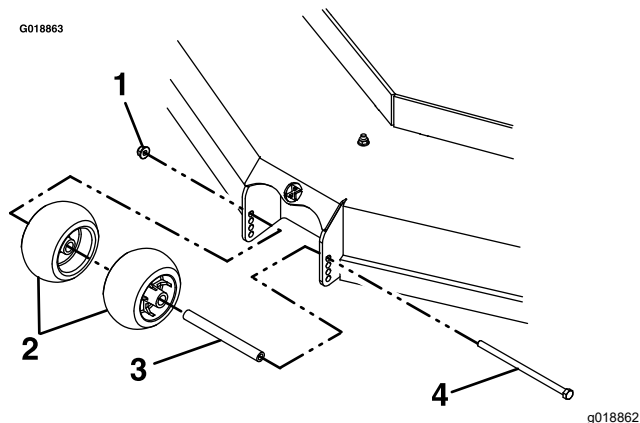

Figure 29
- Après avoir réglé la hauteur de coupe, réglez les galets anti-scalp en retirant les fixations (Figure 29).
- Serrez le contre-écrou ( $\frac{3}{8}$  po) à un couple de 41 à 47 N·m (30 à 35 pi-lb), comme montré à la Figure 29.